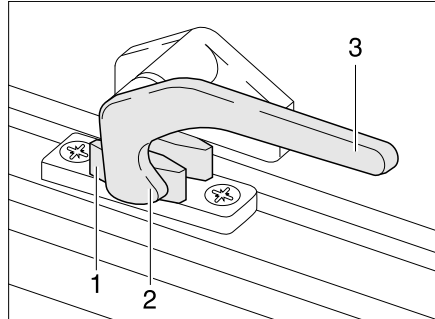

Bild 33 Verriegelungshebel in Stellung "geschlossen"
- Den Verriegelungshebel (Bild 33,3) eine viertel Umdrehung zur Fenstermitte hin drehen.
- Den Verriegelungshebel (Bild 33,3) eine viertel Umdrehung zum Fensterahmen hin drehen. Die Verriegelungsnase (Bild 33,2) liegt auf der Innenseite der Fensterverriegelung (Bild 33,1).
- in Stellung "fest verschlossen" (Bild 33)